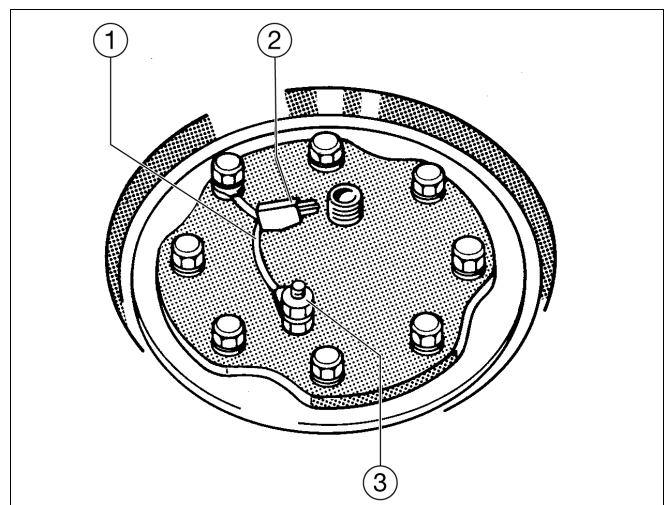

Fig. 6 Schéma de principe
- Vérifier si l'anode au magnésium est montée de manière à ce que la connexion électrique entre l'anode et le préparateur soit garantie, c'est-à-dire si le câble de mise à la terre est raccordé (fig. 6)
- Fermer l'arrivée d'eau froide, ouvrir la vidange du préparateur (EL). Pour purger l'air, ouvrir un robinet placé plus haut.
- Étanchéifier à nouveau l'anode au magnésium (fig. 6 ou 10).